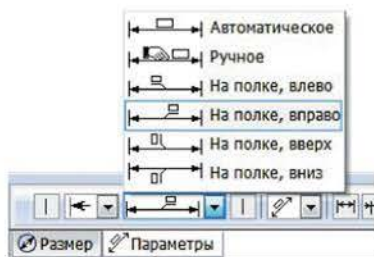

Рисунок 2.23 Установка параметров размерной надписи в *Панели свойств*
*Подсказка:* если размерная надпись расположена на полке, установить ее можно в *Панели свойств*, нажав на вкладку *Параметры* (рисунок 2.23).